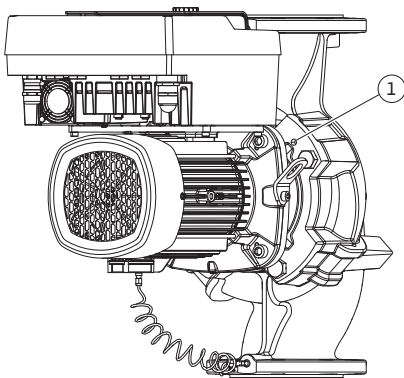

Fig. 11: Abdrücken des Einstecksatzes über Gewindebohrungen (DN 100 ... DN 125)
5. Den Einstecksatz (siehe Fig. 4) vom Pumpengehäuse lösen. Dazu alle Schrauben lösen (DN 32 ... DN 80: Fig. I, Pos. 29; DN 100 ... DN 125: Fig. II, Pos. 29). Den Einstecksatz vom Pumpengehäuse abdrücken. Bei DN 80 ... DN 125 dafür die zwei Gewindebohrungen (Fig. 11, Pos. 1) nutzen. Zum Lösen des Sitzes Schrauben M10 mit geeigneter Länge in die Gewindebohrungen eindrehen.
5. Den Einstecksatz (siehe Fig. 4) vom Pumpengehäuse abdrücken. Dafür die zwei Gewindebohrungen (siehe Fig. 11) nutzen. Zum Lösen des Sitzes Schrauben M10 mit geeigneter Länge in die Gewindebohrungen eindrehen.